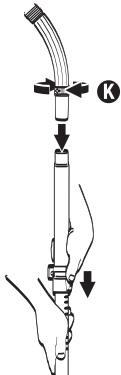

FIG. 6
- Step 3:** For models with telescopic wands, extend wands by pushing lock button down and pulling on lower wand until reaching desired height (Fig. 6).
- Step 4:** Adjust to maximum suction by closing the slip ring **K** on the hose handle (Fig. 6).
- Step 2:** Adjust to minimum suction by opening the slip ring **K** on the hose handle (Fig. 6).
- Étape 3 :** Pour les modèles à tubes télescopiques, déployez les tubes en appuyant sur le bouton de verrouillage et en tirant sur le tube inférieur jusqu'à ce qu'il atteigne la taille désirée (Fig. 6).
- Étape 4 :** Réglez sur l'aspiration maximale en fermant la bague **K** située sur la poignée de tuyau (Fig. 6).
- Étape 2 :** Réglez sur l'aspiration minimale en ouvrant la bague **K** située sur la poignée de tuyau (Fig. 6).
- Paso 3:** En los modelos con tubos telescópicos, extienda dichos tubos presionando el botón de traba y jalando el tubo inferior hasta alcanzar la altura deseada (Fig. 6).
- Paso 4:** Ajuste a máxima succión cerrando el aro deslizante **K** en el mango de la manguera (Fig. 6).
- Paso 2:** Ajuste a mínima succión abriendo el aro deslizante **K** en el mango de la manguera (Fig. 6).